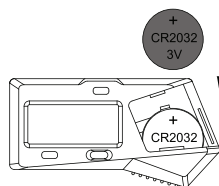

Fig.2
- Charger la pile CR2032, le côté positif de la pile étant orienté vers l'extérieur (Fig.2).